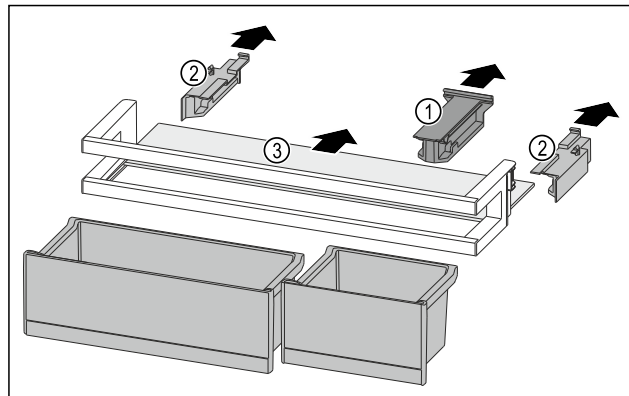

Fig. 213
- ▶ Držák Fig. 213 (1) stáhněte.
- ▶ Boční díly Fig. 213 (2) stáhněte.
- ▶ Odkládací plochu Fig. 213 (3) odeberte.